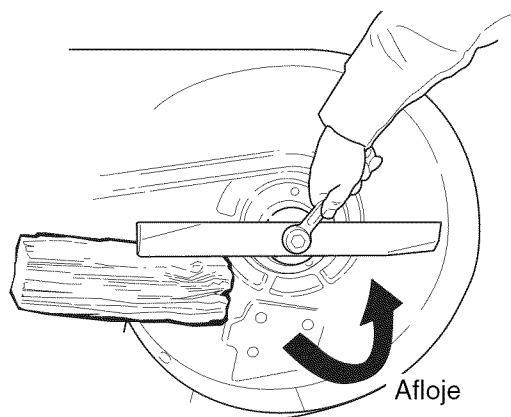

Figura 24. Remoción del Aspa
2. Quite el aspa para inspeccionarla o para ganar acceso seguro al lado inferior de la cubierta de la podadora (vea la Figura 24). Use un bloque de madera para evitar que gire el aspa mientras afloja el tornillo de cabeza hexagonal girándolo a la izquierda.